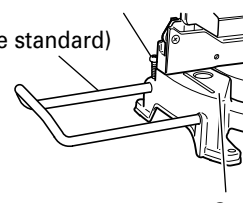

Fig. 9
- Comme l'indique la Fig. 9, installer le support dans les trous sur le côté du socle et l'attacher avec une vis à métaux de 6 mm (accessoire standard).